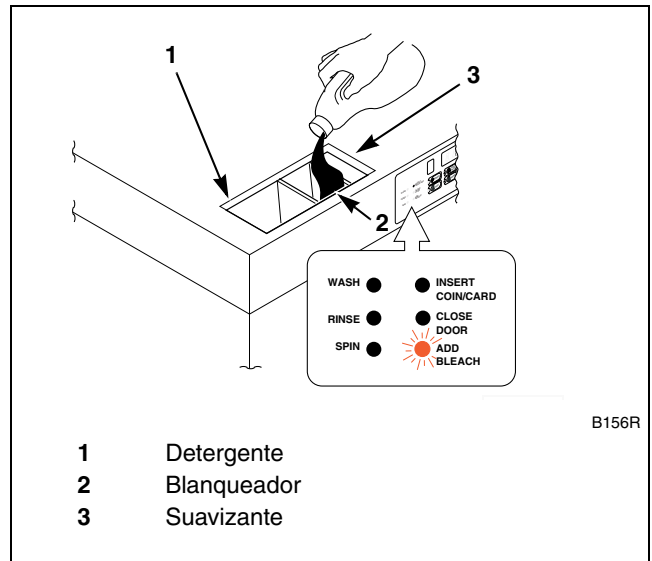

Figura 15
10. Añadir blanqueador al recipiente 2 cuando se encienda **ADD BLEACH (Añadir blanqueador)**. Consulte la *Figura 15*.